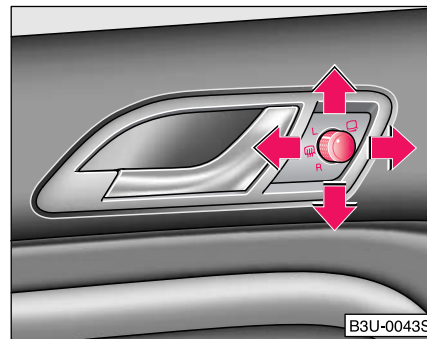

Fig. 50 Partea interioară a ușii: Buton rotativ de reglare (Joystick)
- Fixați butonul rotativ de reglare în poziția  ⇒ Fig. 50.
Dacă butonul rotativ este fixat în poziția **R** ⇒ pagina 67, Fig. 50 și este introdusă treapta de marșalier, suprafața oglinzii se înclină ușor în jos. Astfel este făcută posibilă observarea bordurii în timpul parcării.
- Fixați butonul rotativ în poziția **R** ⇒ pagina 67 Fig. 50